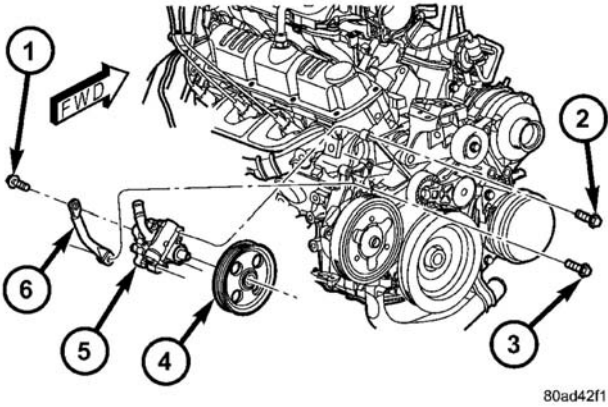

图 11 转向泵安装
- （11）通过皮带轮将 3 个前固定螺栓卸下来（图 11）。
（3）安装前面 3 个动力转向泵支座螺栓（图 11）。将 3 个前动力转向泵装配螺栓拧紧至 54 N.m（40 ft.lbs.）扭矩。